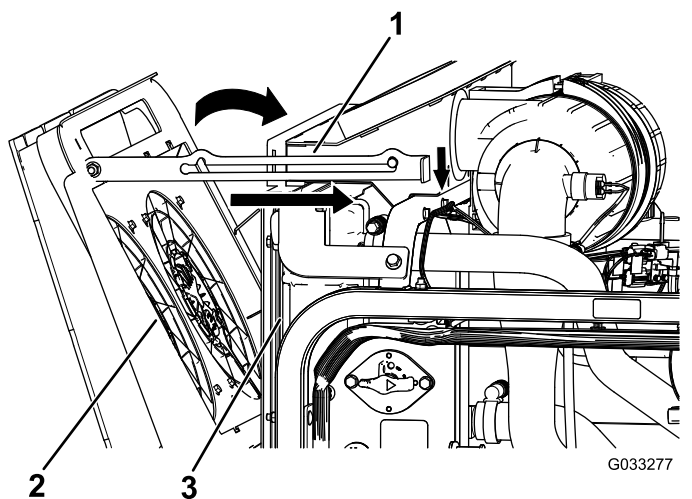

図 108
4. エンジン冷却ファンをラジエーターを前側に倒して支え棒で支える (図 108)。